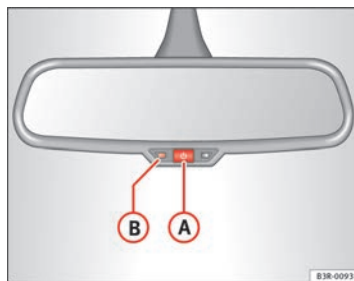

Abb. 103 Abblendbarer Innenspiegel: Kontrollleuchte und Ein-/Ausschalt-Taste
- Drücken Sie die Taste **(A)**  $\Rightarrow$  Abb. 103. Die Kontrollleuchte **(B)** erlischt.
- Drücken Sie die Taste **(A)**  $\Rightarrow$  Abb. 103. Die Kontrollleuchte **(B)** leuchtet.